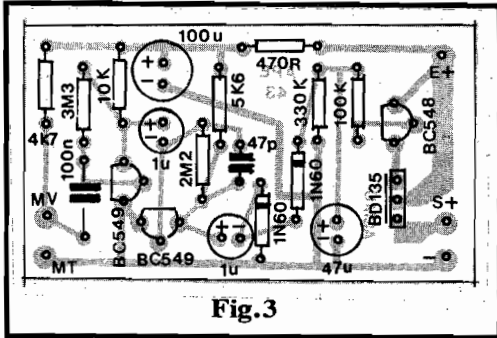

Fig. 3
- FIG. 3 - CHAPEADO DA MONTAGEM - Também sem problemas, dada a grande simplicidade... É só não errar a colocação dos componentes, quanto às suas posições (transistores, diodos e capacitores eletrolítico), códigos e valores. O "catecismo" do Hobbysta, configurado nas INSTRUÇÕES GERAIS PARA AS MONTAGENS e TABELÃO APE, está sempre nas páginas primeiras de toda Revista, para ser consultado quando pintarem dúvidas... De qualquer modo, af vão alguns "toques" importantes: atenção ao posicionamento dos transistores, sendo que os "BCs" estão referenciados pelos seus lados "chatos", enquanto que o "BD" tem sua face metalizada virada para o lado "de dentro" da placa; os diodos têm uma faixinha ou anel em cor contrastante, indicando o correto direcionamento da peça (corresponde ao terminal de **catodo**); os capacitores eletrolíticos apresentam polaridade nos terminais, claramente indicadas no chapeado, e nos próprios corpos dos componentes... Cuidado, também, com a perfeita identificação dos valores dos resistores... Terminadas as ligações, não só o lado dos componentes deve ser verificado, mas também a face cobreada, na busca de soldagens imperfeitas (que devem - obviamente - ser corrigidas...), Lembrar sempre que **bons** pontos de solda devem ficar pequenos (mas não "insuficientes"...), lisos e brilhantes, sem "corrimentos" para fora das áreas cobreadas...